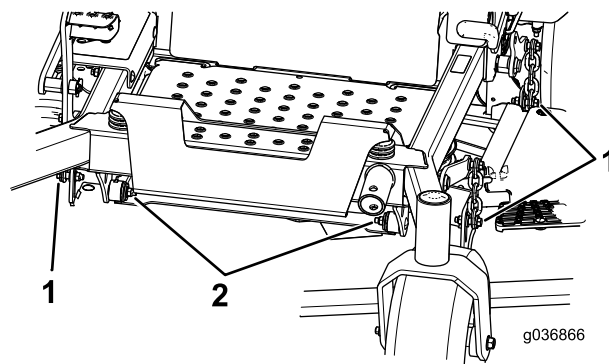

Figura 84
- Retire e guarde os parafusos e porcas em ambos os lados da máquina (Figura 84).